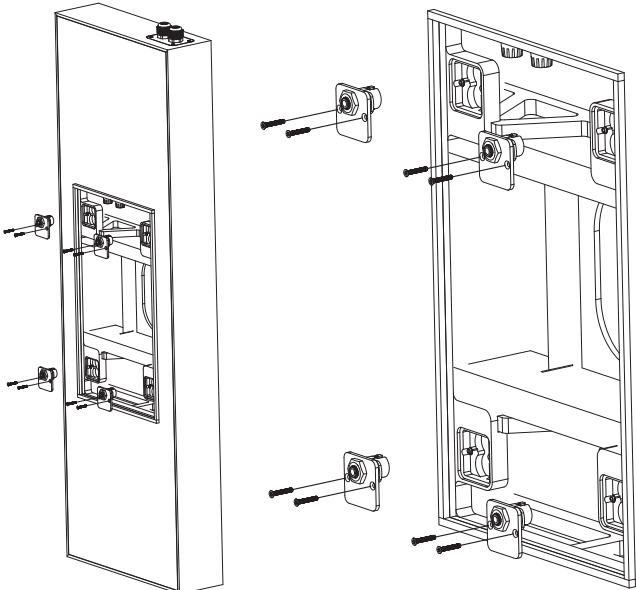

Abb. 2b Richten Sie die vier Halterungen neu aus, wenn die BACK CAN mit der Kabeleinführung nach oben installiert wird
- 6. Hinweis: Wenn Sie die hintere Dose mit der Kabeleinführung nach oben montieren, müssen die vier kleinen Halterungen, die die Schrauben der Lautsprechermontage aufnehmen, um 180 Grad gedreht werden. Lösen Sie die 2 kleinen Schrauben und richten Sie jede kleine Halterung wie gezeigt neu aus (Abb. 2b).